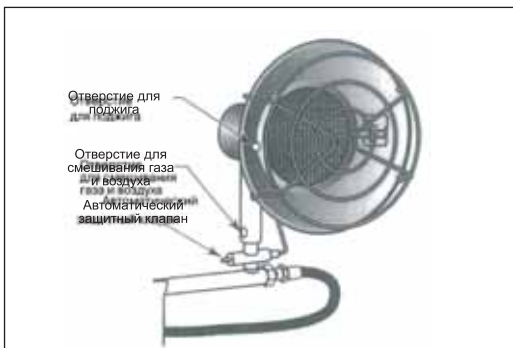

Рис.5. К описанию последовательности действий при поджиге газа.
ВНИМАНИЕ! Не перекрывайте отверстие для смешивания газа и воздуха (рис.5).
ВНИМАНИЕ! Не подносите зажженную спичку к отверстию смешивания газа с воздухом (рис.5).
5.4. Другой рукой нажмите на клапан подачи газа (защитный клапан, рис.5) и удерживайте в нажатом положении, пока газ не загорится. Не нажимайте на клапан, пока не зажгли спичку. После воспламенения газа удерживайте клапан в нажатом состоянии 10-15 секунд.
5.5. Для моделей с пьезоэлектрическим поджигом: нажмите на клапан подачи газа (защитный клапан, рис.5) и удерживайте в нажатом положении. Одновременно с этим, нажимайте на кнопку пьезоэлектрического поджига (несколько раз) пока газ не воспламенится.